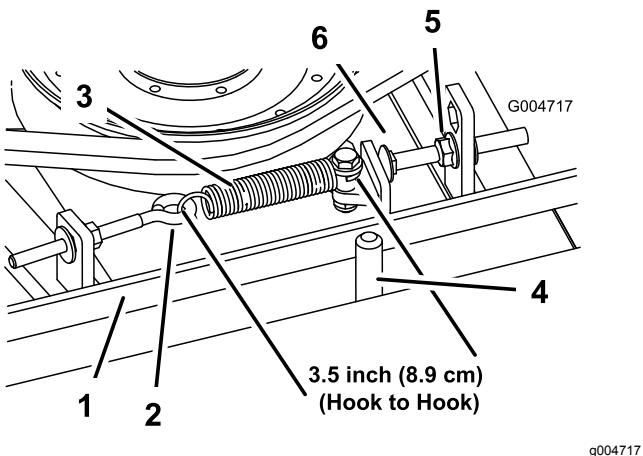

Figure 94
Lorsque le ressort d'extension est correctement tendu, l'intérieur doit mesurer (d'un crochet à l'autre) entre 8,3 et 9,5 cm. Lorsque le ressort est correctement tendu, ajustez le boulon de butée (boulon de carrosserie) jusqu'à obtention d'un jeu d'environ 2 à 5 mm entre la tête du boulon et le bras de tension (Figure 94).
**Remarque:** La courroie doit être placée du côté ressort du guide (Figure 94).
2. Desserrez le boulon à œil pour pouvoir enlever le ressort d'extension (Figure 94).
3. Desserrez l'écrou à embase qui fixe le boulon de butée à la patte de montage, et écartez la poulie de tension de la courroie pour détendre cette dernière (Figure 94).
9. Raccrochez le ressort d'extension (Figure 94) au boulon à œil et tendez la courroie comme suit :